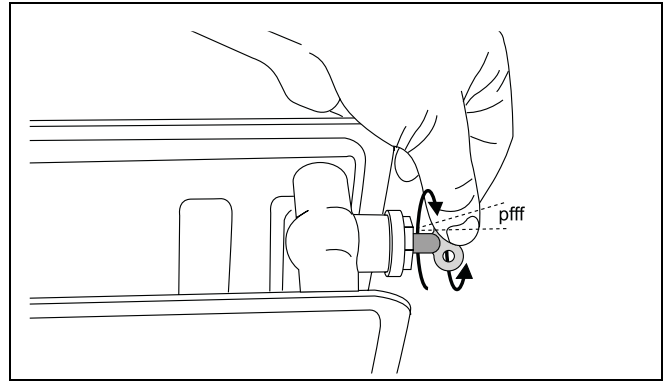

Рис. 14 Удаление воздуха из отопительного прибора
- Проверить показания давления на аналоговом манометре на соединительном блоке или на панели управления регулятора ВС10 (рис. 14).
- Удалить воздух из отопительной установки через вентили на отопительных приборах. При этом следует начинать с нижнего этажа здания и затем продолжать этажом выше (рис. 14).